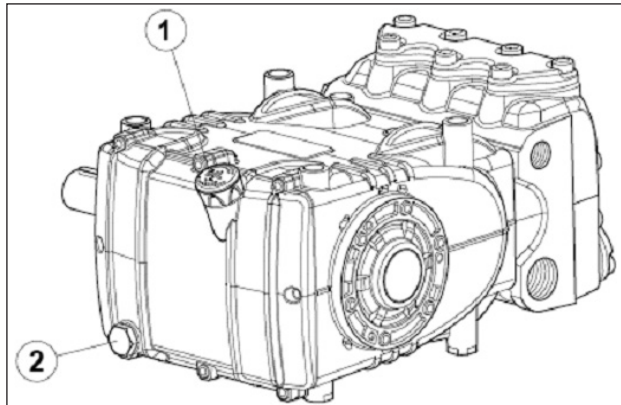

图 3
通过油位尺 ①，图 3。
正确的油位检查必须在泵处于室温时进行，换油必须在泵处于工作温度时进行，首先拆除油位杆（部件号 ①），随后拆除塞子（部件号 ②，图 3）。
在泵运行期间，都应准备好系统，使油温在任何情况下都不超过100° C（212° F）。使用温度探针插入到排油塞内，部件 ②，图3。请参阅“ATEX防爆保护”手册。